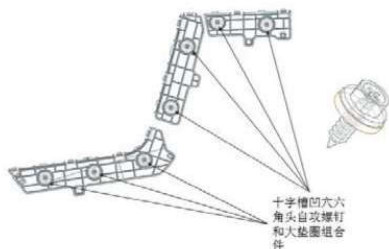

图 2-2-1 后保险杠左前支架拆卸示意图
(1) 用 10#套筒将图 2-2-1 所示的与车身连接的六角头自攻螺钉卸下；